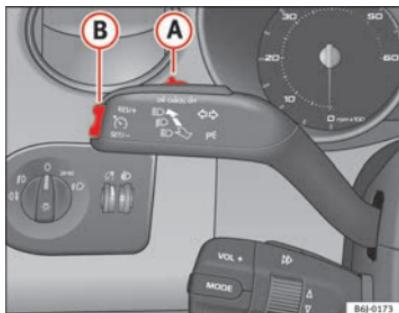

Fig. 110 Palanca de intermitentes y de luz de carretera: mando y tecla basculante para el regulador de velocidad
- Presione la parte superior de la tecla basculante **RES** ⇒ fig. 110 **B** para aumentar la velocidad. El vehículo acelerará mientras mantenga la tecla presionada. Al soltar la tecla quedará memorizada la nueva velocidad.
Si se reduce la velocidad programada pisando el pedal del freno, se desactiva el regulador de velocidad. Si quiere activar de nuevo el regulador, bastará con presionar una vez la parte superior de la tecla basculante **RES+** ⇒ fig. 110 **B**.